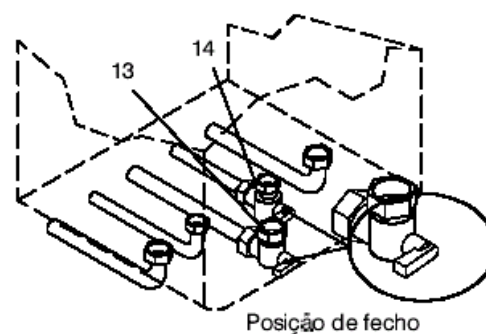

Fig. 9.3.
1. Fechar o passador de entrada de água sanitária 14 na fig. 9.3.